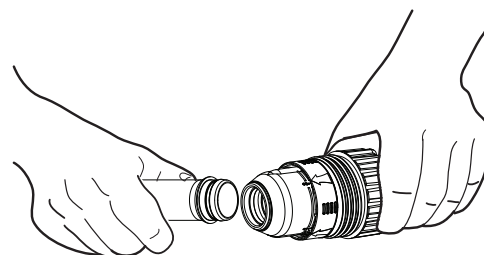

Figure 6
- Séparez le tuyau d'extension intérieur. (Voir la Figure 6).